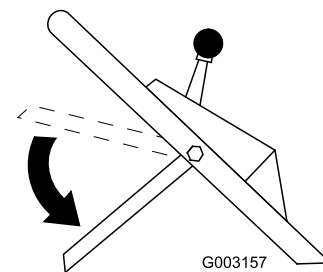

Figura 17
8. Mueva la barra de control de la cuchilla a su posición más baja (Figura 17).